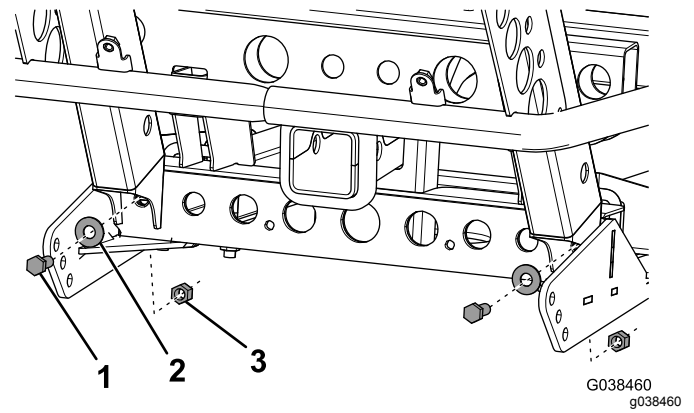

**Figure 2**
5. Fixez légèrement la plaque de protection du châssis porteur au cadre du véhicule à l'aide de 4 grands étriers filetés et 8 contre-écrous (3/8 po) (Figure 2).